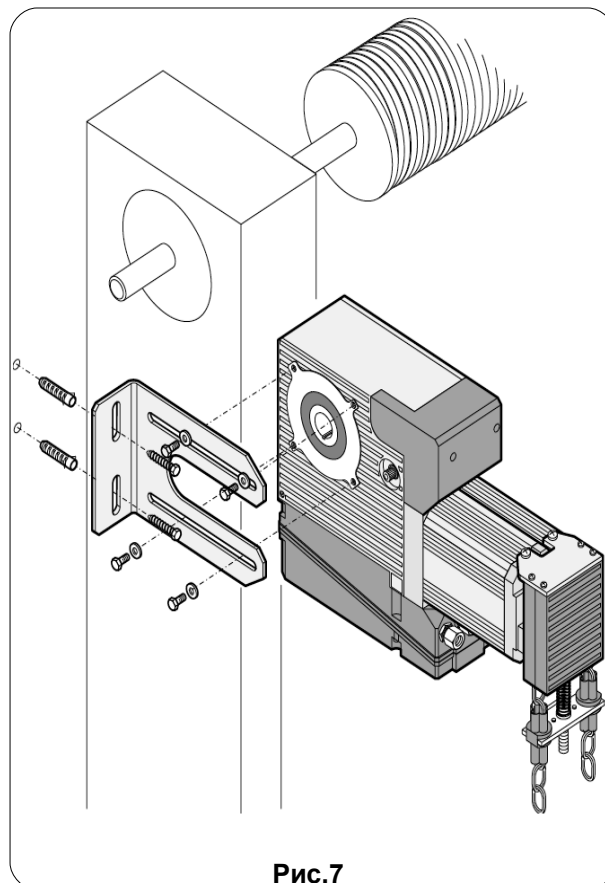

Рис.7
- Расположите привод в требуемой позиции (см. п.5.1) и разместите пластину крепления на имеющееся для неё основание (стену или металлическую конструкцию), на котором Вы хотите закрепить привод (см. рис.7).